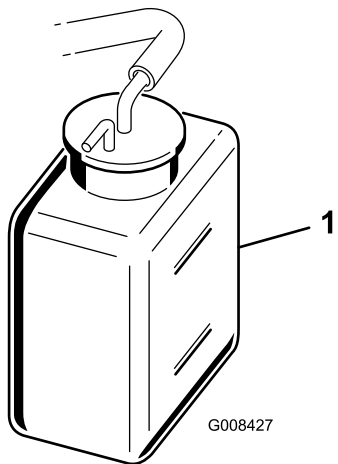

Bild 24
2. Prüfen Sie den Kühlmittelstand (Bild 24).